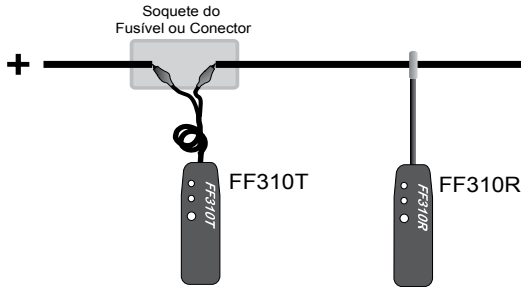
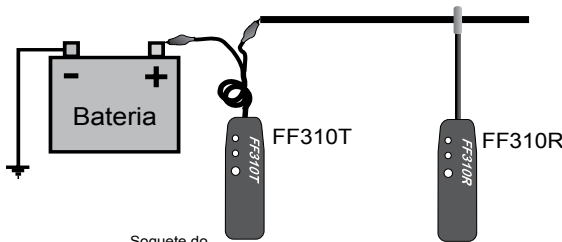

Fig.2 - Configuração para rastreamento de curto-circuito ou circuitos abertos, ou localização da fiação
Fig.3 - Configuração para rastreamento de curto-circuito ou circuitos abertos, ou rastreamento da fiação
- 6.2 Ligue a unidade transmissora FF310 em série com o fio em curto-circuito, assegurando que um dos cliques da unidade está ligado à alimentação positiva do circuito (ou vice-versa para veículos com fornecimento positivo ligado ao chassi). Um conector do soquete do fusível (no lugar do fusível queimado), oferece uma boa ligação, como mostrado na FIG. 2 e FIG. 3.
- **Rastreamento de fios em downstream** (A partir de fornecimento de carga): substituindo a carga durante um curto-circuito completo permite que o FF310 possa trabalhar em sua capacidade máxima. Antes de prosseguir, remover toda a energia elétrica do circuito, ligue o FF310T em série com o fio a analisar, corte-circuite a carga para a terra (consulte Fig. 2 e 3), reconecte a alimentação e siga as instruções na **seção 6 – Localizando curto-circuitos**.
- O tipo e tamanho da fuga no circuito (a impedância ou a resistência à terra) determinam a quantidade de corrente que flui no circuito. Pequenas fugas (ou seja, baixa corrente) reduzem o alcance do sensor. Em todos os casos, o sensor deve ser colocado o mais perto possível dos fios, a fim de maximizar o sinal captado e definido para um nível de sensibilidade mais alto. Para ligações por favor consultar as figuras 2 e 3. **Tabela de Referência para Montagem/Uso** Fig. 2 and 3 in Página 6.